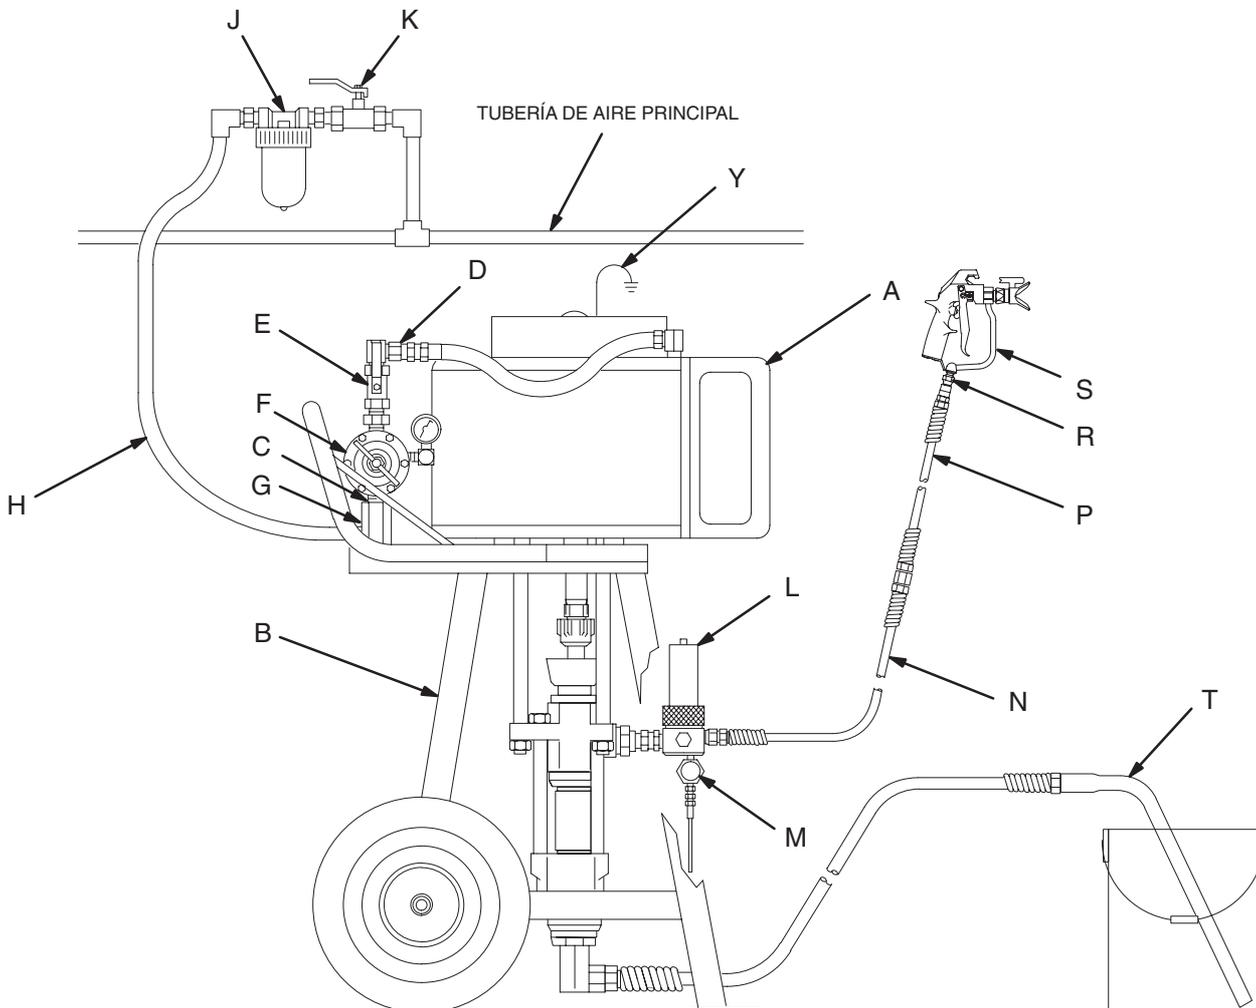

Fig. 2
La Fig. 2 es sólo una guía para la selección e instalación de los componentes y accesorios del sistema. Póngase en contacto su representante Graco o el Servicio de asistencia técnica de Graco (vea la contraportada) para obtener su ayuda en el diseño de un sistema que se ajuste a sus necesidades particulares.
Monte la bomba (A) de forma que se ajuste al tipo de instalación planificada. La Fig. 2 presenta un sistema montado sobre un carro. En la página 23 se muestran las dimensiones de la bomba y la posición de los orificios de montaje.
Instale los siguientes accesorios en las ubicaciones indicadas en la Fig. 2, utilizando adaptadores donde sea necesario:
- **Un filtro de fluido (L)** con un elemento filtrante de acero inoxidable de 250 micron para filtrar las partículas del fluido a medida que éste sale de la bomba. Incluye una **válvula de drenaje de fluido (M)**, necesaria en su sistema para liberar la presión de fluido en la manguera y en la pistola (consulte la **ADVERTENCIA** de la izquierda).
- **Una pistola (S)** para surtir el fluido. La pistola mostrada en la Fig. 2 es una pistola pulverizadora sin aire indicada para fluidos de viscosidad baja o mediana.
- **Una pieza giratoria (R)** permite el libre movimiento de la pistola.
- **Un kit de aspiración (T)** permite a la bomba succionar el fluido desde una cubeta de 19 litros.
1. Consulte la Fig. 2 en la página 6. Conecte el kit de aspiración (T) en la entrada de fluido de la bomba, y coloque el tubo dentro del recipiente de suministro del fluido.
2. Verifique que el regulador de aire (F) está cerrado. A continuación, abra la válvula neumática principal de purga (E). Sujete firmemente una pieza metálica de la pistola de pulverización (S) contra el borde de una cubeta metálica con conexión a tierra y dispare la pistola. Ahora, abra lentamente el regulador de aire hasta que la bomba se ponga en marcha.
4. Si resulta difícil cebar la bomba, abra la válvula de drenaje (M). Utilice la válvula de drenaje como una válvula de cebado hasta que el líquido comience a fluir por la válvula. Vea la Fig. 2. Cierre la válvula de drenaje.
**NOTA:** Cuando cambie los recipientes de fluido con la manguera y la pistola ya cebadas, abra la válvula de drenaje (M) para que asista en el cebado de la bomba y en la ventilación del aire antes de que entre en la manguera. Cierre la válvula de drenaje una vez que se haya eliminado todo el aire del sistema.
7. No permita nunca que la bomba funcione en seco. Una bomba seca se acelerará rápidamente hasta una velocidad elevada, lo que probablemente le ocasionará daños. Existe una válvula limitadora (C) que corta el suministro de aire a la bomba si ésta se acelera a una velocidad superior a la pre-establecida. Vea la Fig. 2 en la página 6. Si su bomba se acelera rápidamente, o gira demasiado deprisa, párela inmediatamente y verifique el suministro de fluido. Si el recipiente de suministro está vacío y ha entrado aire en las tuberías, rellene el recipiente y proceda a cebar la bomba y las tuberías con fluido, o lávelas y déjelas llenas de un disolvente compatible. Asegúrese de eliminar completamente el aire del sistema del fluido.